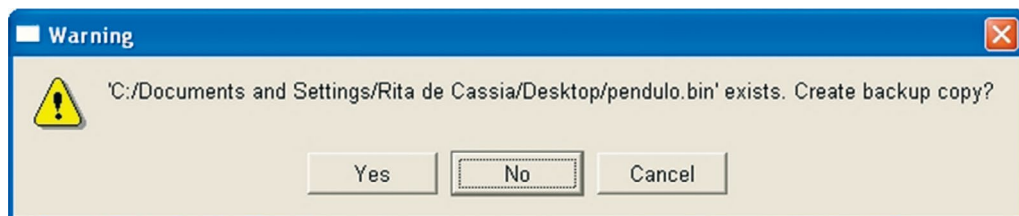

Figura 1.46 – Caixa de diálogo do ADAMS/View para criação de backup.
Observe que, ao retomar modelos virtuais já iniciados, ao tentar salvá-los, o usuário poderá se deparar com a seguinte caixa de diálogo, mostrada na Figura 1.46.
A área de tela logo abaixo dessa opção mostra uma árvore hierárquica com pastas de nomes *page_1...page_n*. O número *n* está associado às simulações realizadas no ADAMS/Car ou no ADAMS/View, pelo usuário, durante uma seção de trabalho, conforme mostra Figura 1.46. Assim, a cada simulação do usuário exportada (item 2.1.1.1) para o ADAMS/PostProcessor gerará uma nova *page*. Clicando com o botão direito do mouse sobre as pastas, o usuário terá acesso a novas opções.